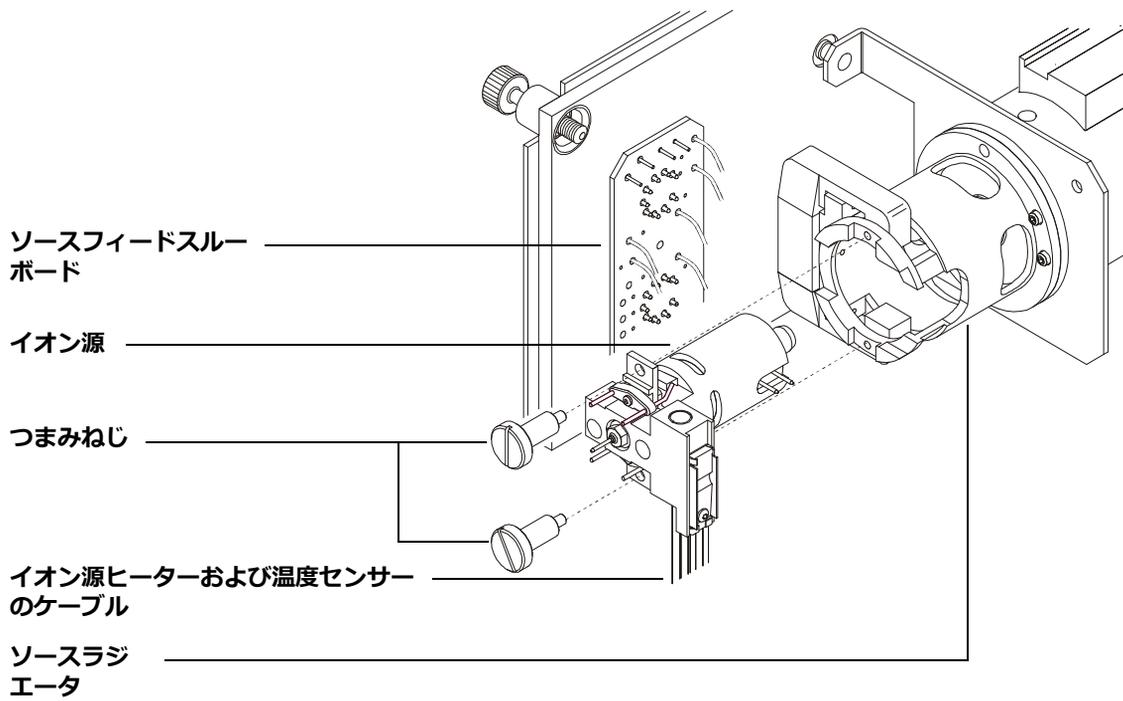

図 31 イオン源の取り外し
- 3 イオン源から出ている 7 本のケーブルを外します。ケーブルを必要以上に曲げないでください (図 31、表 18)。